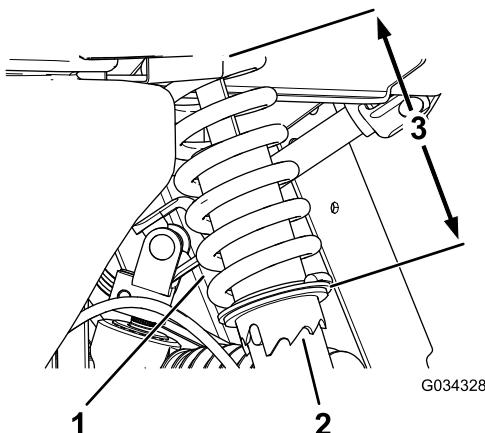

Рисунок 45
1. Используя инструмент Toro № 6010, поверните кольцо на амортизаторе, чтобы изменить длину пружины (Рисунок 45).